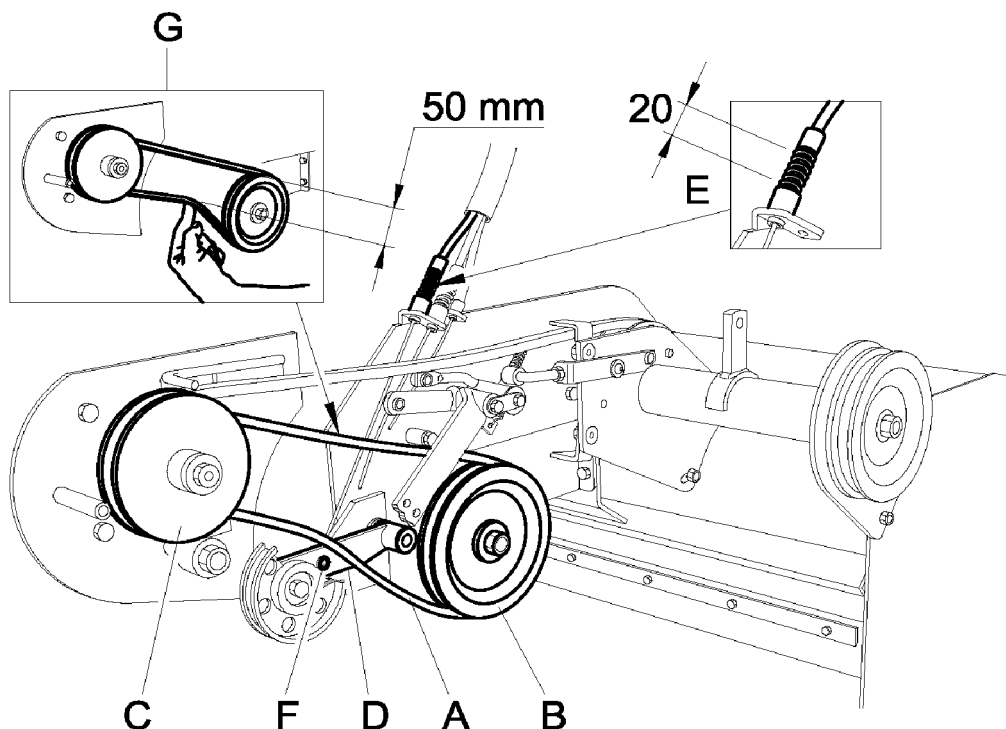

Figure 11
- Enlever la courroie d'avancement (Fig. 11 Réf. A) en la faisant sortir du côté de la grande poulie (Fig. 11 Réf. B) et en tournant la poulie du moteur dans le sens inverse aux aiguilles d'une montre (Fig. 11 Réf. C).
- Monter une nouvelle courroie en l'insérant tout d'abord dans la poulie du moteur (Fig. 11 Réf. C) puis dans la seconde (Fig. 11 Réf. B).
- Vérifier que la distance entre les deux parties soit équivalente à 50 mm en faisant pression sur la partie inférieure de la courroie à l'aide d'un doigt (Fig. 11 Réf. G).
- vérifier que les poulies (Fig. 11 Réf. B et C) soient alignées, après avoir réglé la position du moteur et avant de procéder au serrage des écrous permettant de fixer sa position,
- En agissant sur le levier d'embrayage permettant l'avancement (Fig. 5 Réf. A), veiller à ce que la hauteur du ressort en phase de travail soit de 20 mm (Fig. 11 Réf. E) lorsque le tendeur de courroie se trouve en butée de fin de course (Fig. 11 Réf. D),
- Si la hauteur du ressort s'avère incorrecte lorsque le tendeur de courroie est enclenché, agir sur le bornier de fixation du câble (Fig. 11 Réf. F) jusqu'à obtenir la valeur souhaitée,